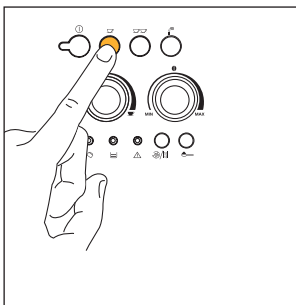
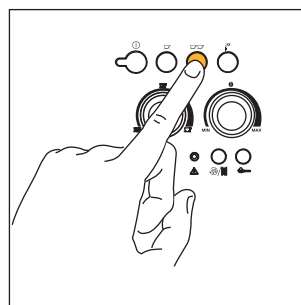

Рис. 12
Рис. 13
- 5) Нажмите кнопку ☕, рис. 12, если вы готовите 1 кофе или кнопку ☕☕, рис. 13, если готовите 2 чашки кофе. После этого кофеварка помелит зерна кофе, выполнит короткую подачу кофе, паузу и полностью выльет кофе в чашку. *После достижения требуемого количества кофеварка автоматически остановит подачу кофе и вытолкнет остатки кофе в кассету для кофейной гущи.*
- 7) Для того, чтобы включить кофеварку нажмите кнопку ①. (До выключения кофеварка выполняет автоматическое споласкивание: из носиков подачи кофе выльется немного горячей воды, которая будет собрана в поддоне для сбора воды, будьте осторожны, чтобы не обжечься). Если кофеварка не выключается кнопкой ① в любом случае через 3 часа после последнего использования, она выключится самостоятельно, выполнив сначала короткое споласкивание.
ПРИМЕЧАНИЕ 4: в то время, когда кофеварка готовит кофе, выливание может быть остановлено в любой момент нажатием кнопки , рис. 12, или  рис. 13, нажатой ранее.
ПРИМЕЧАНИЕ 5: как только подача кофе закончится, если вы хотите увеличить количество кофе, достаточно удерживать кнопку  рис. 12 или  рис. 13, нажатую ранее до получения требуемого количества (эта операция может быть проведена только в том случае, если выполняется в течение 3 секунд после завершения выливания кофе из носиков).